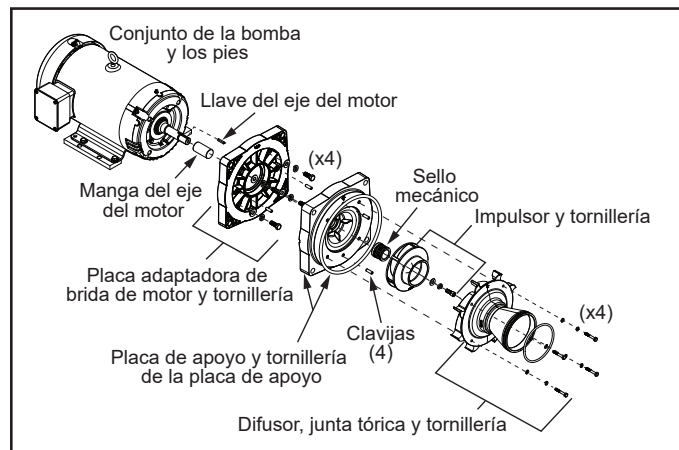

**Figura 13. Quitar el alojamiento de la bomba**
8. Con una llave de 15/16", afloje los cuatro (4) tornillos hexagonales de la tornillería del alojamiento de la bomba que sujetan el alojamiento de la bomba al conjunto del motor, la placa adaptadora de la brida del motor, la placa de apoyo, el sello mecánico, el impulsor y el difusor. Consulte la Figura 13.
9. Tire cuidadosamente del alojamiento de la bomba para separarlo del conjunto del motor. Verifique que el difusor se separa del alojamiento de la bomba durante este proceso. Consulte la Figura 13.